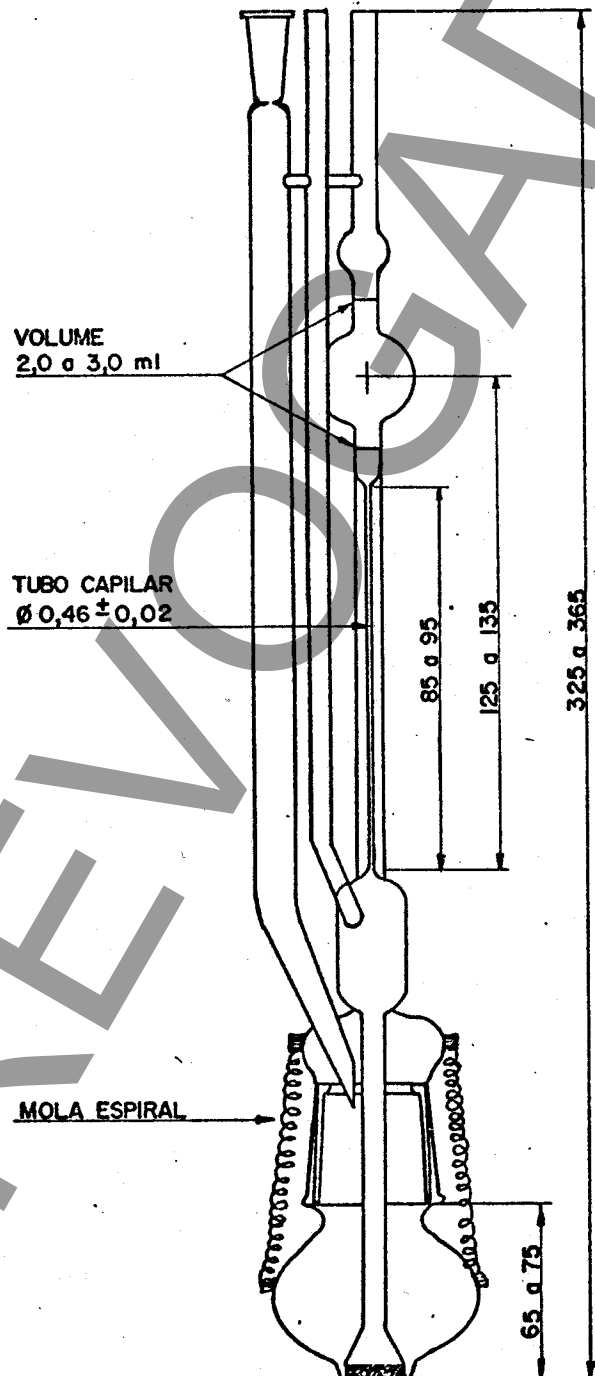

FIGURA 1 - Viscosímetro Ubbelohde modificado para ensaios a alta temperatura
2.6 Viscosímetro Ubbelohde cujas dimensões essenciais são mostradas na Figura 1. Outros viscosímetros poderão ser utilizados, desde que o diâmetro e o comprimento do tubo capilar assim como o volume do bulbo superior forem os indicados na Figura 1.
Montar o viscosímetro (Figura 1) e imergí-lo no banho termoestabilizado à temperatura de 135  $\pm$  0,2°C. O conjunto é fixado na posição vertical e condicionado durante 15 minutos.